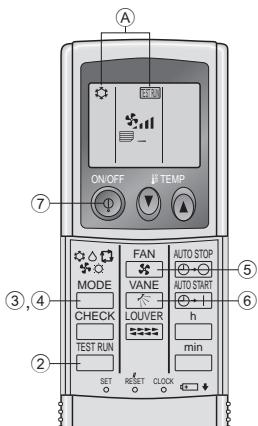

Fig. 7-5
7.2.2. Использование беспроводного пульта дистанционного управления (Fig. 7-5)
- ① Включите питание блока по крайней мере за 12 часов до начала испытаний.
- ② Дважды нажмите кнопку **TEST RUN**.